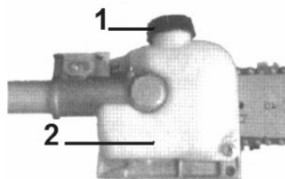

Fig.PP8
1. Poser l'élagueuse a plat sur une surface dégagée et plane avec le bouchon du réservoir vers le haut. (Fig.PP8). Nettoyer tout débris autour du bouchon et du goulot de remplissage.